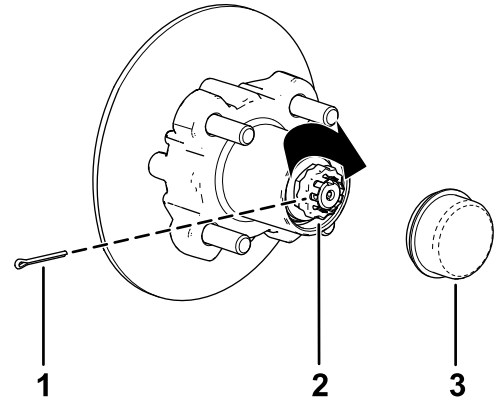

Figure 41
8. Placez l'arrêt d'écrou sur l'écrou et vérifiez que la fente dans l'arrêt et le trou dans la fusée sont alignés afin de pouvoir insérer la goupille fendue (Figure 41).
9. Insérez la goupille fendue et repliez chacune de ses pattes autour de l'arrêt d'écrou (Figure 41).
10. Reposez le couvere-moyeu sur le moyeu (Figure 41).